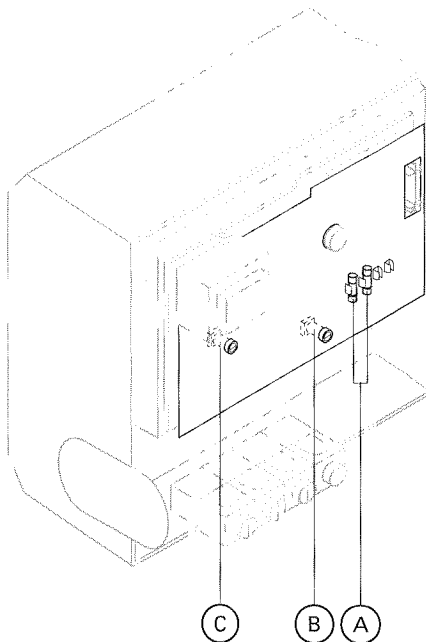

Abb. 23
3. Sicherungen (Einbaulage siehe Abb. 23) prüfen bzw. austauschen.